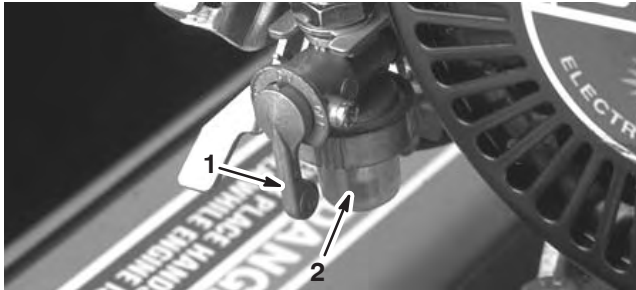

Bild 33
1. Schließen Sie den Kraftstoffhahn und schrauben Sie die Glocke vom Filter ab (Bild 33).